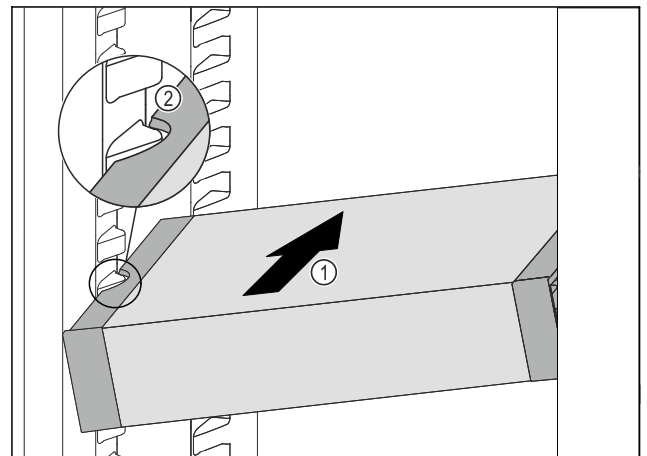

Fig. 118
- Inserire VarioSafe ad angolo nel vano frigorifero Fig. 118 (1), fino a quando le cavità laterali Fig. 118 (2) di VarioSafe non si trovano al livello della nervatura del contenitore nel vano frigorifero.